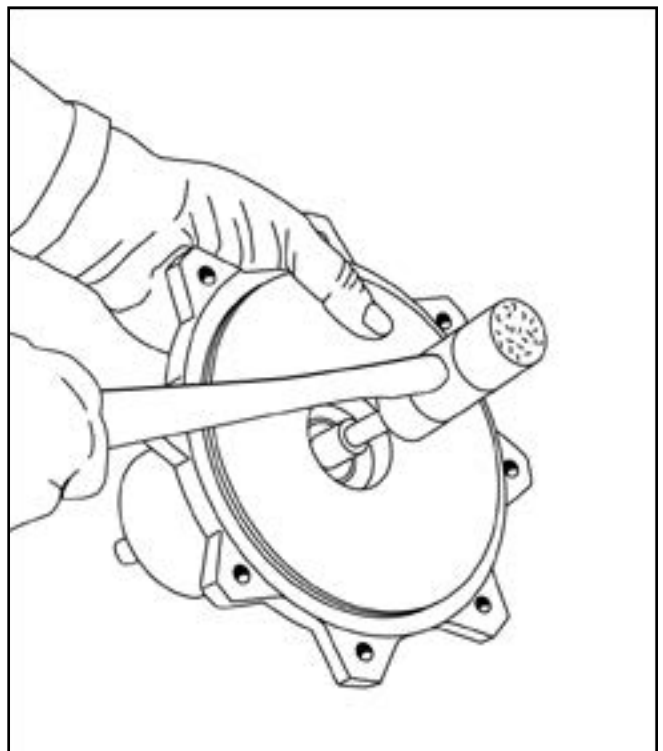

FIG. 21
8. Golpee el eje en un extremo con un martillo de plástico para empujar el cojinete de bolas desde la placa inferior del motor. Fig. 21.